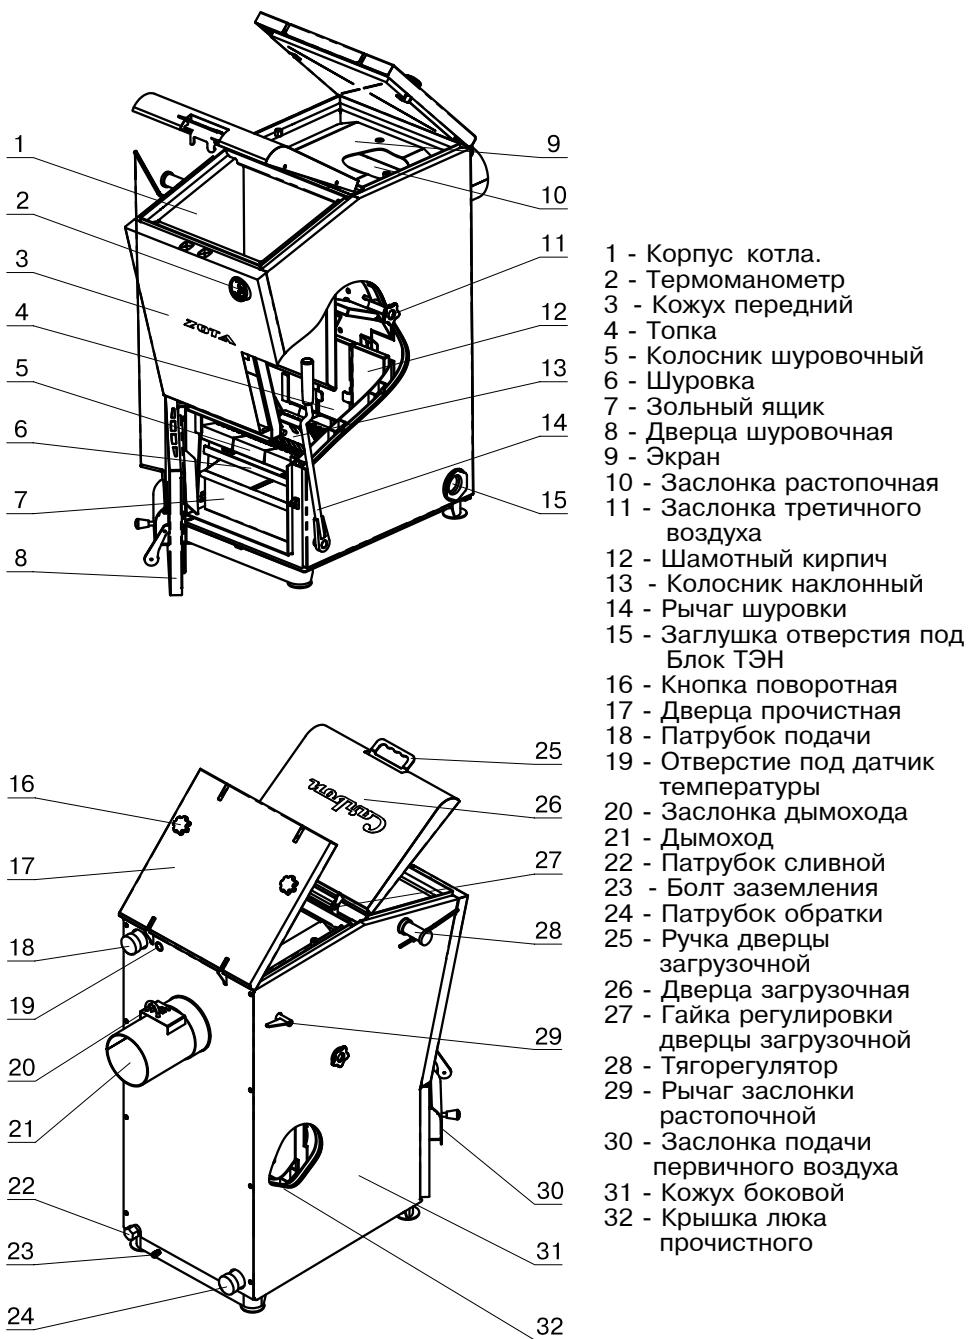

Рис.1 Конструкция отопительного котла
4.6.4. Эксплуатировать котел при неполном заполнении системы отопления водой и с открытыми дверцами (поз. 8, 17, 26) (см. рис.1).
5.1. Котел (рис.1) состоит из корпуса (поз. 1), топки (поз. 4), системы газоходов, дымохода (поз. 21).
- Открыть прочистную дверцу поз.17 Рис.1 и убрать экран поз.9 Рис.1.
Откройте полностью заслонку дымохода (поз. 20) Рис.1, установив ручку заслонки вдоль патрубка дымохода (положение “открыто”).